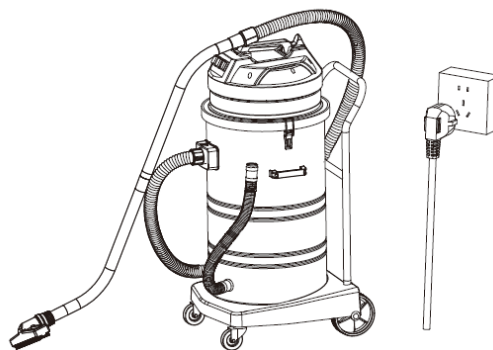

Figur 3
3. Sett slangeenden med den korte koblingen inn i den firkantede koblingen og sett bryteren på den firkantede koblingen inn i sporet på den korte koblingen. Den andre enden av slangen skal festes med forskjellige beslag i henhold til rengjøringsarbeidet, for eksempel den tørre gulvdysen, den våte gulvdysen. (Figur 3).